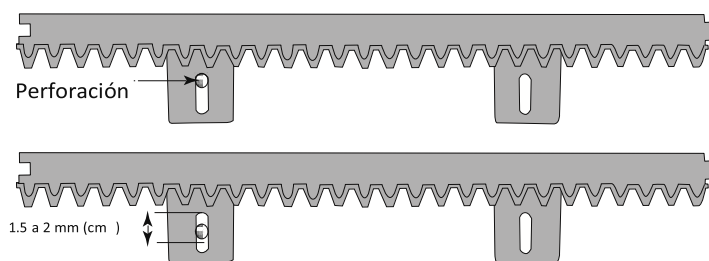

Figura 14
D) Fije el estante, para obtener el espacio necesario entre la rueda y el estante, levante el estante ligeramente en su posición, de este modo obtendrá el espacio deseado entre la rueda de estrella del operador y el estante. (Figura 14)